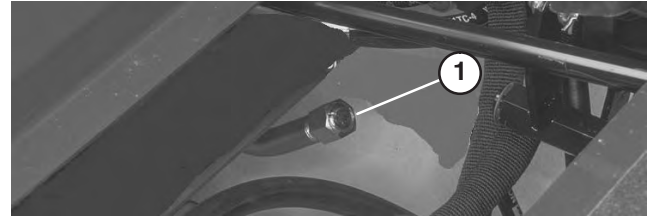

Bild 17
3. Bringen Sie den Füllstutzendeckel wieder auf dem Einfüllstutzen an (Bild 17). Sie sollten den Deckel nicht mit einem Schraubenschlüssel festziehen.